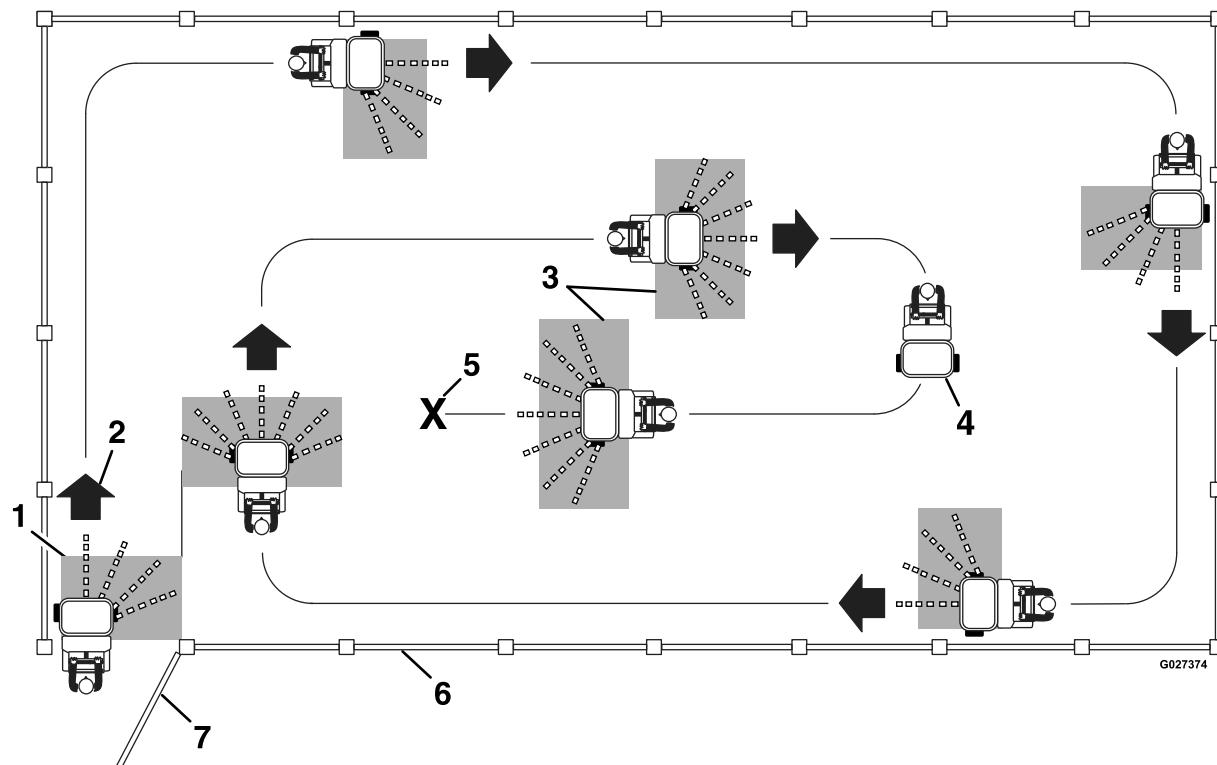

Figura 37
- Para asegurar una aplicación uniforme, distribuya el material en un patrón solapado, según se muestra en Figura 37.